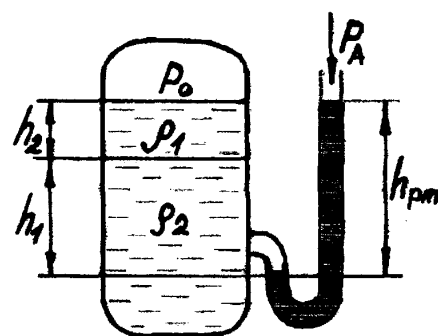

Рис. 4
11. Определить показания ртутного манометра, установленного в нижней части экстракционной колонны, в которой находится слой воды высотой 3 м и несмешивающийся с ней слой бензола высотой 1 м. Абсолютное давление над поверхностью жидкости в колонне  $2,5 \text{ кгс/см}^2$ , атмосферное давление 760 мм рт. ст., температура  $20 \text{ }^\circ\text{C}$ . (рис. 4)